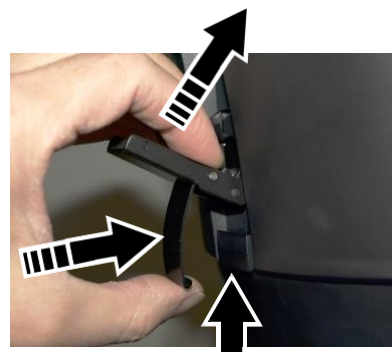

Рисунок 9
16. См. рисунок 9. Установить линзу Veat на установочное кольцо так, выровняв два фиксатора по точкам фиксации в кольце (отмечены стрелками) и закрепить фиксаторы.